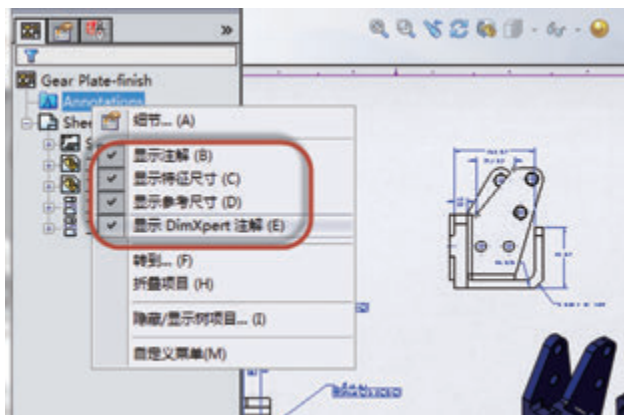
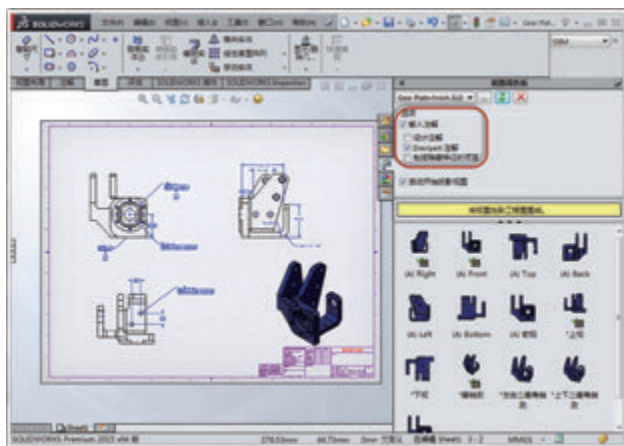

图9 注解视图设置
图10 2D图样
(1) 重用 3D 标注的尺寸和形位公差信息等。将标注完成的 3D 模型进行输入至 2D 工程图，依次选择：企业的图样模版→将输入注解和 DimXpert 注解复选→选择需要的投影视图进行拖放，则可以快速完成传统 2D 图样 (在这之前，注意勾选注解中的显示 DimXpert 注解，如图 9 和图 10 所示)。